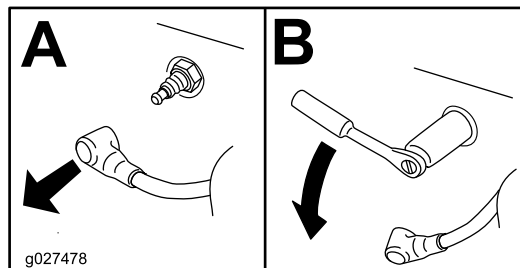

Figura 38
4. Retire la bujía (Figura 38).